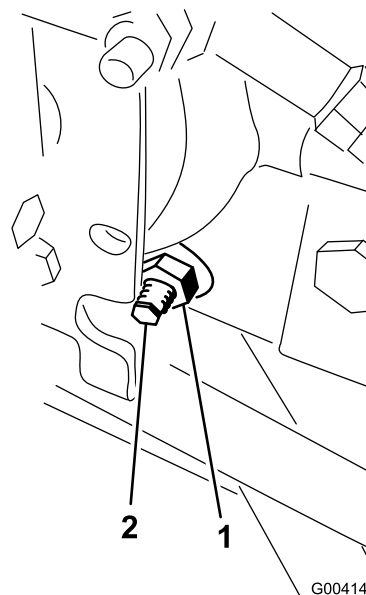

Figura 45
3. En el lado derecho del hidrostato, afloje la contratuerca de la leva de ajuste de tracción (Figura 45).